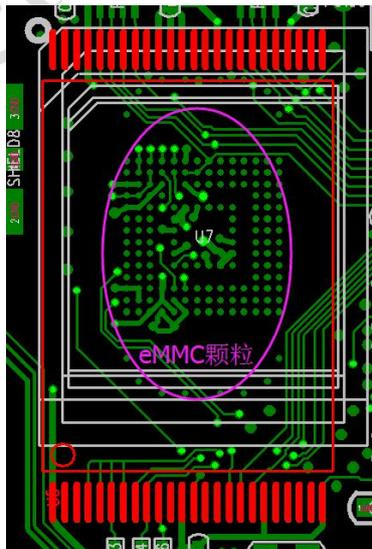

图6-4
- Nand Flash与eMMC可以通过双Layout实现物料的切换。如图6-4。